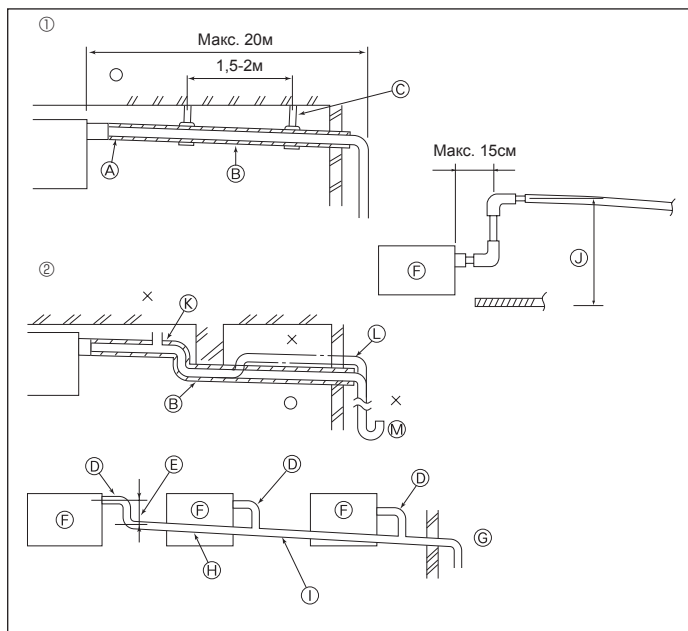

Fig. 3-4
3.4. Дренажные трубы (Fig. 3-4)